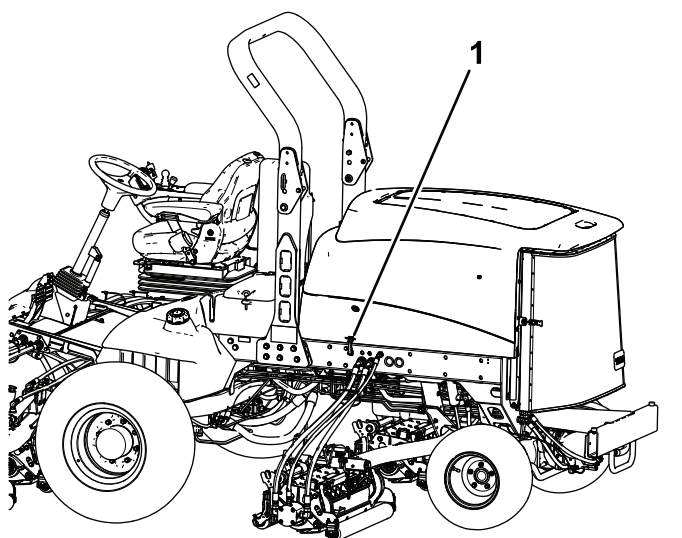

Figure 50
2. Déverrouillez les loquets du capot et ouvrez le capot (Figure 50).